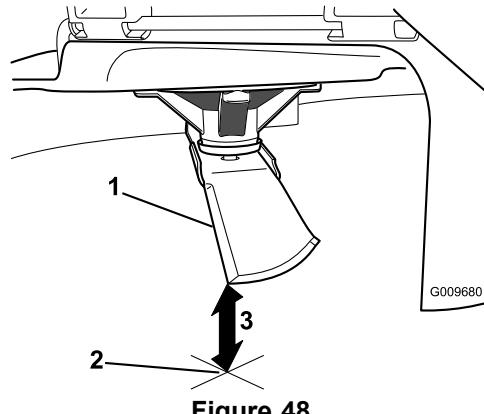

Figure 48
5. Mesurez la distance entre la pointe de la lame et la surface plane (Figure 48).